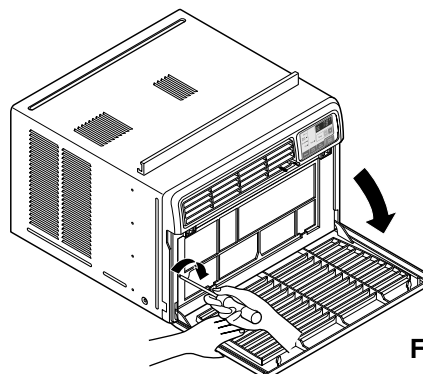

Fig. 11
14. Abaissez la grille de prise d'air et et fixez-la à l'aide d'une vis de Type A ⑤ passant à travers de la grille. (Voyez la fig. 11)